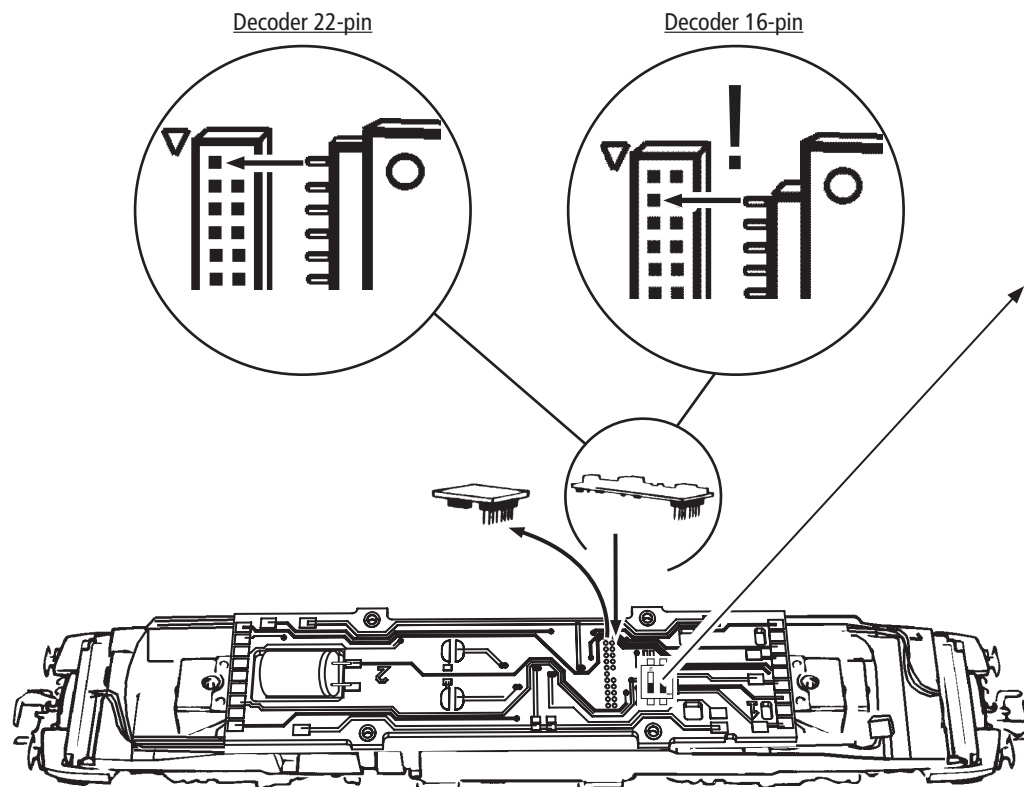

Fig. 7
2. Schmierung: Versehen Sie die im Schmierplan in Fig. 7 gekennzeichneten Stellen mit nur **kleinen Öltropfen**. Dazu zuerst das Lokgehäuse abnehmen (Fig. 4). Wir empfehlen den **ROCO Öler Art.-Nr. 10906**. Fürs Schmieren der Getriebeteile (Zahnräder, Schnecke) empfehlen wir das **ROCO-Spezialfett Art.-Nr. 10905**. Im Falle der Schmierung diese Teile **nicht ölen**.
2. Lubrication: Apply **tiny oil drops** to spots marked in fig. 7. Prior to lubrication dismantle locomotive (fig. 4). We recommend using item no. **10906, Roco oiler**. For lubrication the gearparts (e.g. cogwheels, worm) we would recommend our Roco **special grease** (item no. **10905**).
2. Graissage: N'appliquez **qu'une tout petite goutte** aux endroits indiqués par le plan de graissage (fig. 7) après avoir démonté la caisse de la locomotive (fig. 4). Nous vous recommandons le **graisseur à huile Roco réf. 10906**. Pour graisser les engrenages (roues dentées, vis sans fin) nous vous conseillons la **graisse spéciale Roco réf. 10905** pour engrenages en matières synthétiques. Lorsque vous utilisez cette graisse il faut éviter d'huiler ces composants.